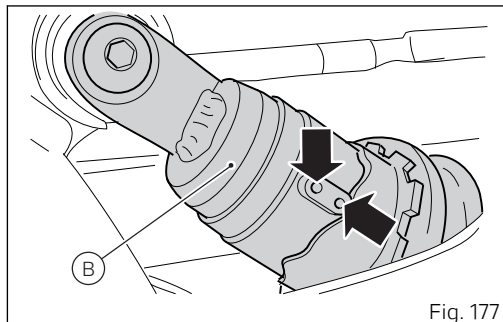

Fig. 177
El valor de la tensión cadena es válido si el amortiguador trasero (B) se encuentra en la condición de default, o sea 2 marcas desde todo precargado, como ilustra (Fig. 177).